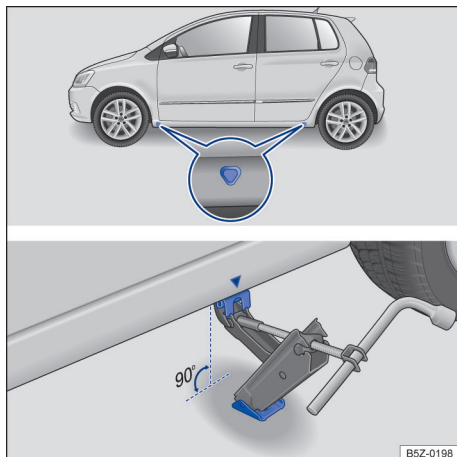

Fig. 167 Pontos de apoio do macaco e macaco posicionado no lado esquerdo traseiro do veículo.
A figura → Fig. 167 ilustra, como exemplo, as indicações do modelo Fox.
O macaco somente pode ser posicionado nos pontos de apoio indicados (marcação na carroceria) → Fig. 167. É válido o ponto de apoio localizado próximo à roda correspondente → ⚠.
6. Procurar sob o veículo o ponto de apoio do macaco → Fig. 167 mais próximo da roda a ser trocada.
8. Garantir que a base do macaco, com toda sua superfície, esteja sobre o chão e que a base se encontre perpendicularmente abaixo do ponto de colocação → Fig. 167.
9. Alinhar o macaco e, simultaneamente, levantar a garra do macaco até ela se encaixar na travessa debaixo do veículo → Fig. 167.
- Posicionar o macaco somente nos pontos indicados. A garra do macaco deve se encaixar no perfil da longarina de forma segura → Fig. 167.